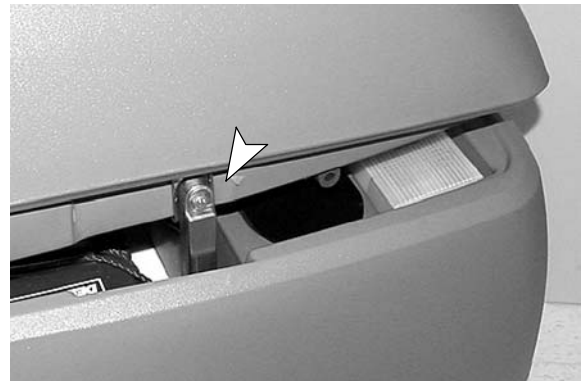

FIG. 34
4. Posez le réservoir de récupération sur la béquille de support, afin de faciliter la ventilation durant la mise en charge (Figure 34).